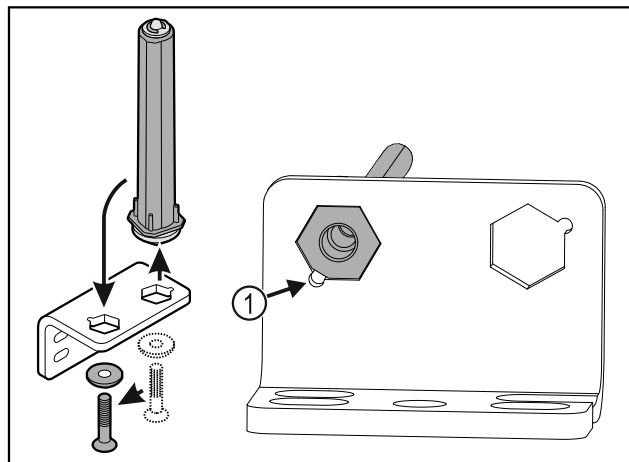

Fig. 32
- Pobrinite se za to da je prilikom umetanja zakošenje na svornjaku Fig. 32 (1) usmjereno prema okrugloj rupi.